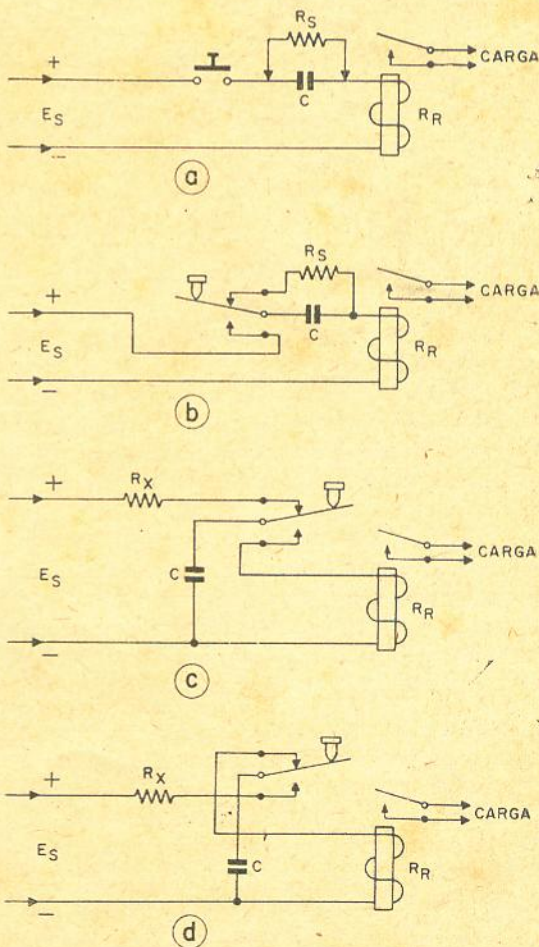

Figura 1
Em inúmeros circuitos de controle, o circuito controlado deve permanecer fechado (ou aberto) durante um pequeno intervalo fixo de tempo, não importando quanto tempo a chave de controle permaneça fechada. Para essa finalidade, um limitador com relê é ideal. Os diagramas esquemáticos de quatro circuitos limitadores são mostrados na figura 1. Todos de-
Com o circuito da figura 1-a, o intervalo de tempo entre as operações deve ser bastante longo, para que a carga do condensador possa escoar-se. Esse intervalo pode ser de vários dias, para certos tipos de condensadores. Podemos acelerar o processo ligando-se em paralelo com o condensador um resistor,  $R_s$ , de valor relativamente alto ( $10 \times R_r$ , ou mais). Mesmo assim ainda é necessário um grande intervalo de tempo entre as operações (usualmente 10 ou mais vezes o tempo de fechamento da armadura). Para recírcos mais rápidos usa-se o circuito esquematizado na figura 1-b.
na figura 1-c. Aqui, o condensador é carregado pela energia da linha através de um pequeno resistor,  $R_s$ , que limita o fluxo de corrente. Quando a chave é pressionada, o condensador carregado fica em paralelo com o enrolamento do relê, e a carga armazenada opera o relê até que a tensão no condensador caia para o valor de abertura do relê. Nesse ponto, os contatos do relê se abrem, e ele não age mais, não importando quanto tempo depois a chave continue abaixada. O tempo de contato pode ser dado pelas fórmulas (1) e (2).
Um circuito semelhante, que faz agir o relê somente quando a chave for pressionada e libertada, está esquematizado na figura 1-d. Este circuito é particularmente útil em sistemas onde há interruptores de ação indireta, nos quais o braço de contato somente é detido quando o circuito excitador for interrompido.